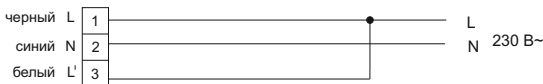

Рисунок 2
5.1 Постоянный аварийный режим работы (рисунок 2):
- фазный некоммутированный проводник сети – подключить к чёрному контактному зажиму (L);
- нейтральный проводник сети – подключить к синему зажиму (N).